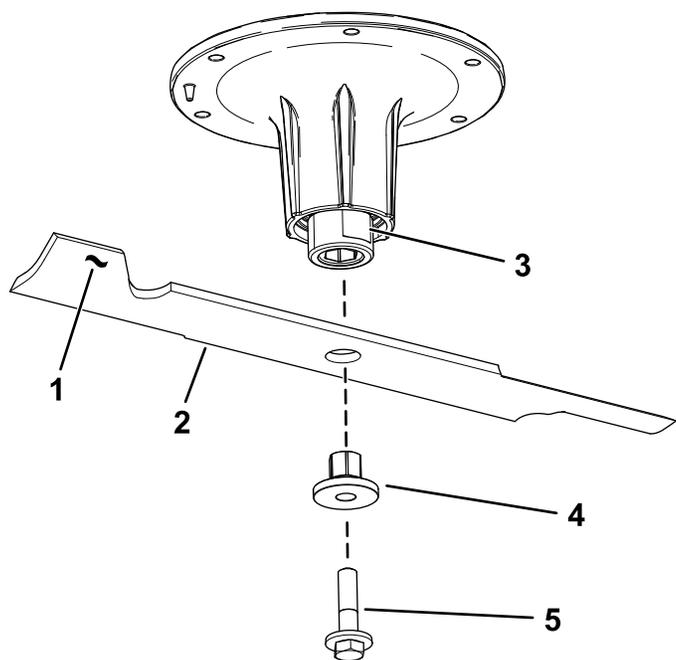

Figure 78
- Retirez le boulon, la douille et la lame de l'axe de pivot (Figure 78).